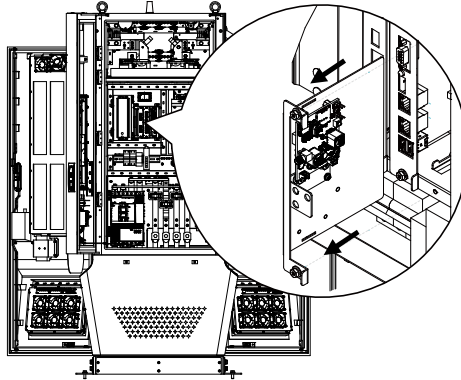

Abbildung 36. 4G/WLAN-Modulzugriff
- 1) Ziehen Sie das erste Fach aus dem Steuerungsgehäuse. Das 4G/WLAN-Modul befindet sich innerhalb des Schrankes. Siehe Abbildung 36.